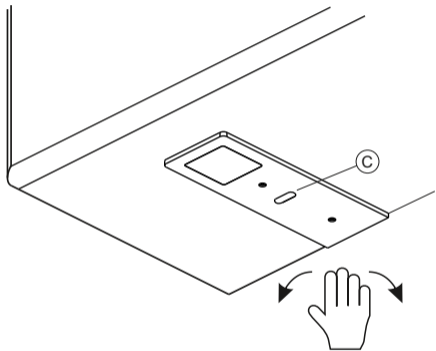

Fig 3
POLAR D-MOTION SMDL VERSION OPERATION (fig.3):
Move the hand quickly across the sensor (C) 3 times (fig.3), with the lamp on, to select the required colour temperature.
FUNKTIONSWEISE POLAR D-MOTION SMDL (Abb.3):
POLAR D-MOTION SMDL verfügt über eine Lichtquelle mit 2 wählbaren Farbtemperaturen. Um diese Auswahl zu treffen, wie folgt vorgehen: Bei eingeschalteter Lampe 3 schnelle Handbewegungen vor dem Sensor (C) (abb.3) ausführen. Auf diese Weise kann die gewünschte Farbtemperatur ausgewählt werden.
FONCTIONNEMENT POLAR D-MOTION SMDL (fig.3)
Effectuer 3 mouvements rapides de la main devant le capteur (C) avec lampe allumée (fig.3), ce qui permettra de sélectionner la température de couleur souha
FUNCIONAMIENTO POLAR D-MOTION SMDL (fig.3)